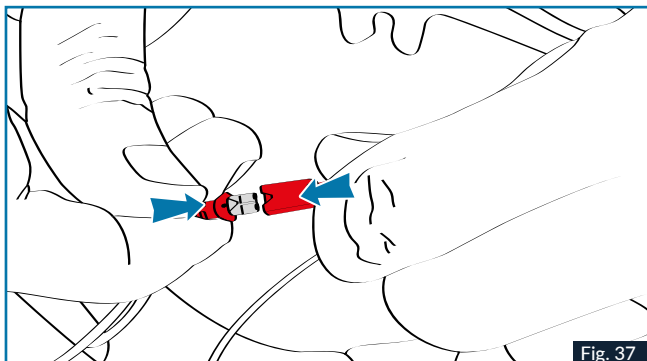

Fig. 37
9. Collegare il microfono (connettore rosso) e il gruppo comandi come indicato nella Fig. 37.